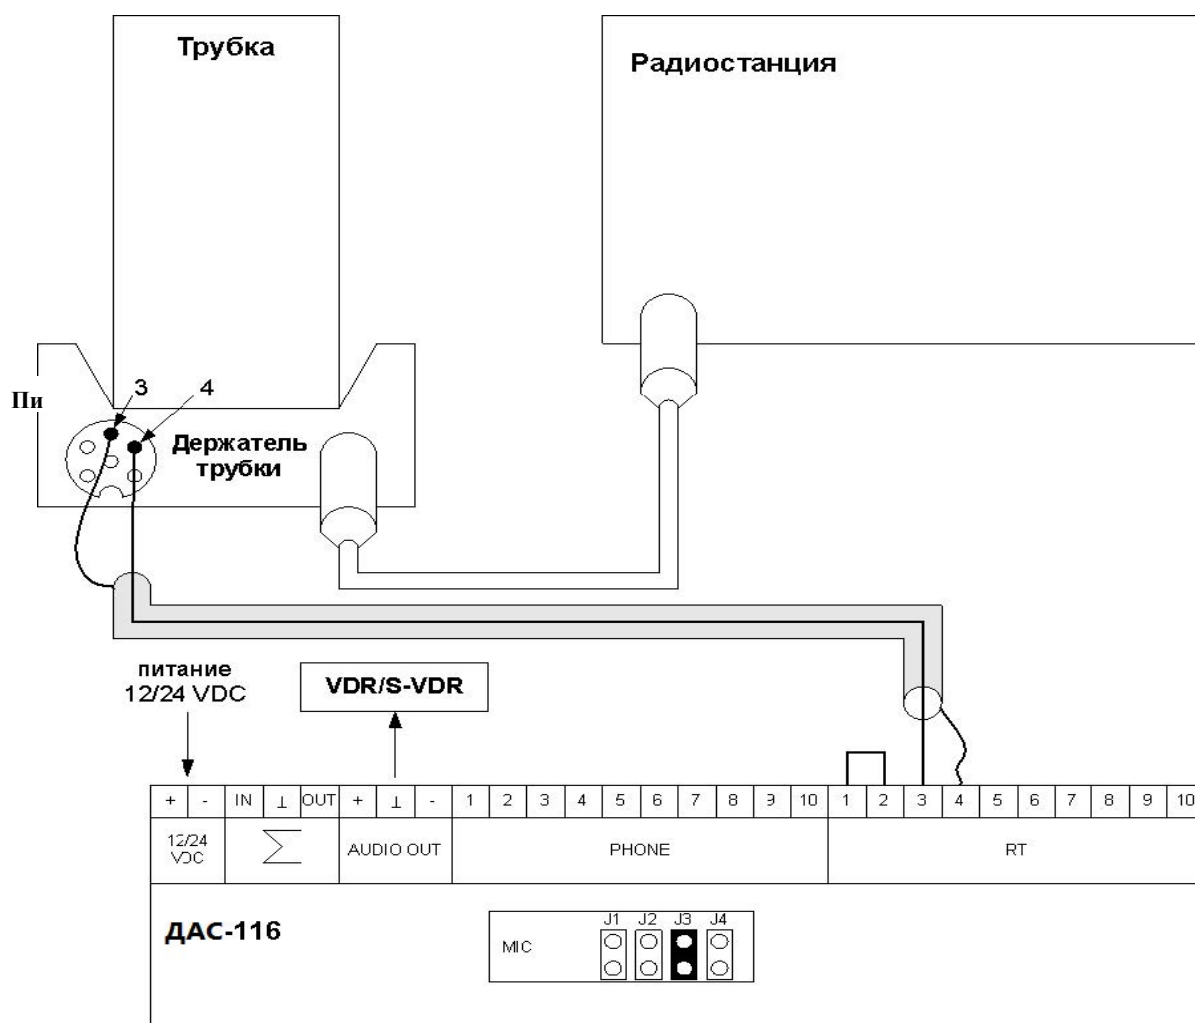

Рисунок 4 – Подключение изделия к радиостанции SCANTY
- а) экранированным одножильным проводом подключить изделие к дублирующему разъему держателя (см. рисунок 4);